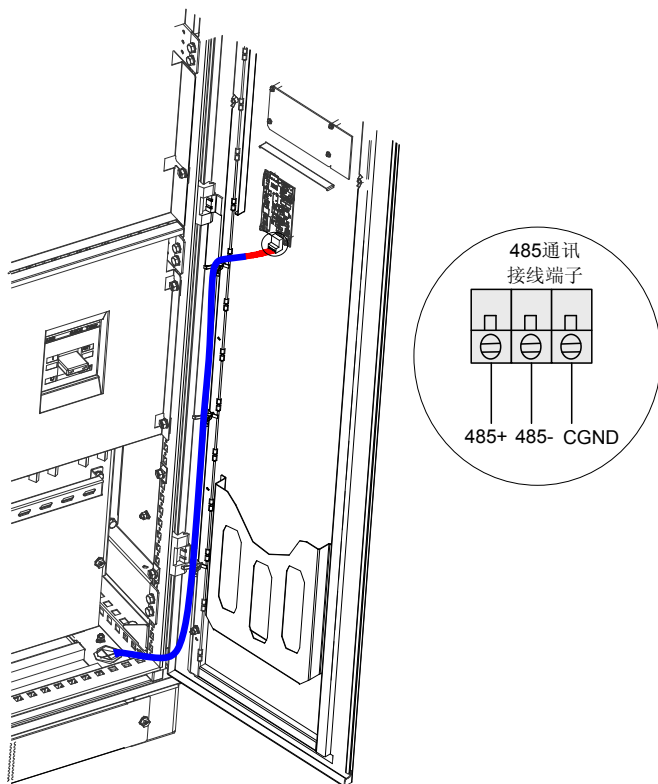

图 9-2 RS485 通讯线走线示意图
- 4) 组网方式：总线式，通信组网时，处于 RS485 总线终端的逆变器的 HMI 接口板中的拨码开关 S1 拨至“ON”的位置，其他逆变器的 HMI 接口板中拨码开关 S1 拨至“OFF”位置 (HMI 接口板位置见图 9-2，取下右侧门板透明罩)。